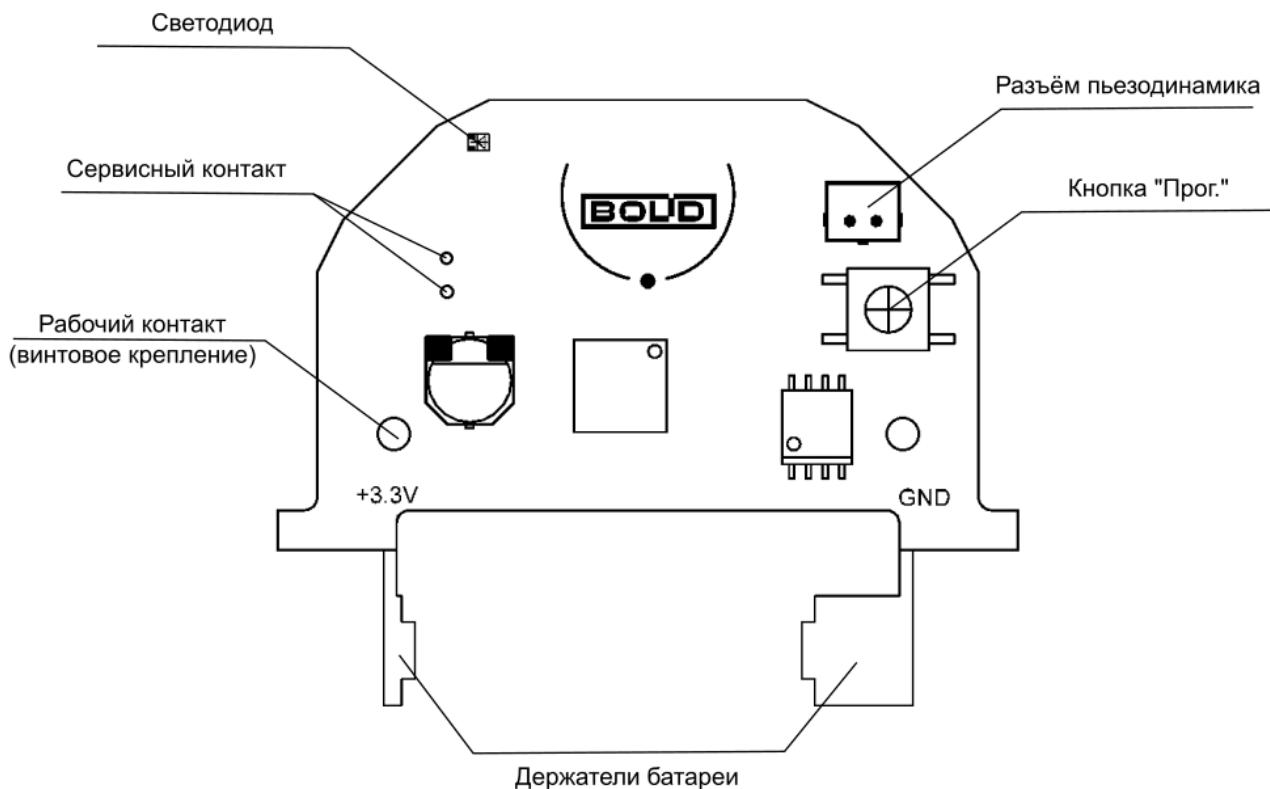

Рисунок 2.2 Расположение элементов на плате
На плате датчика располагаются элементы питания и органы управления прибором и индикации (см. Рисунок 2.2):
- Зажать кнопку «Прог.» на плате датчика (см. Рисунок 2.2) на время более 3 секунд.
Тест качества связи запускается посредством короткого нажатия на кнопку «Прог.» на плате прибора (см. Рисунок 2.2). Запуск процедуры может занимать до 2 секунд, при этом прибор осуществляет анализ радиоэфира и регистрацию на оптимальном ПКП или ретрансляторе.